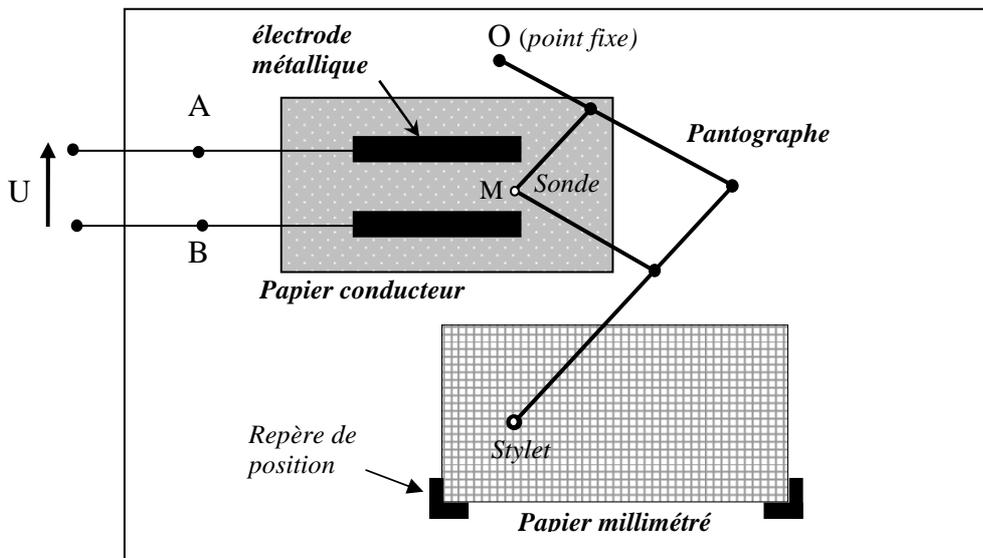

Fig.2 : Dispositif expérimental.
Pour tracer les lignes équipotentielles, il suffira de repérer avec la sonde (électrode en laiton) l'ensemble des points M du papier graphité ayant le **même potentiel** V_M ou, plus précisément, présentant la même différence de potentiel $V_M - V_B$ par rapport à l'électrode B dont le potentiel V_B sera choisi arbitrairement égal à zéro. Le potentiel V_M sera simplement donné par la tension U_{MB} mesurée avec un multimètre. Les points M seront reportés mécaniquement sur une feuille de papier millimétré, à l'aide d'un **pantographe** dont on déterminera le grandissement γ (figure 2).
- ◆ Disposer la feuille de papier millimétré entre les repères en scotch rouge (figure 2) de manière à explorer au mieux le papier graphité avec la sonde (à l'intérieur et à l'extérieur du condensateur plan).